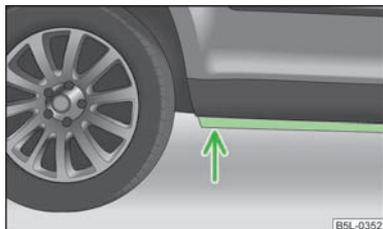

Fig. 157
- Prima di attraversare tratti d'acqua verificare la profondità dell'acqua. Il livello dell'acqua deve arrivare al massimo alla cresta verticale del longherone inferiore » fig. 157,